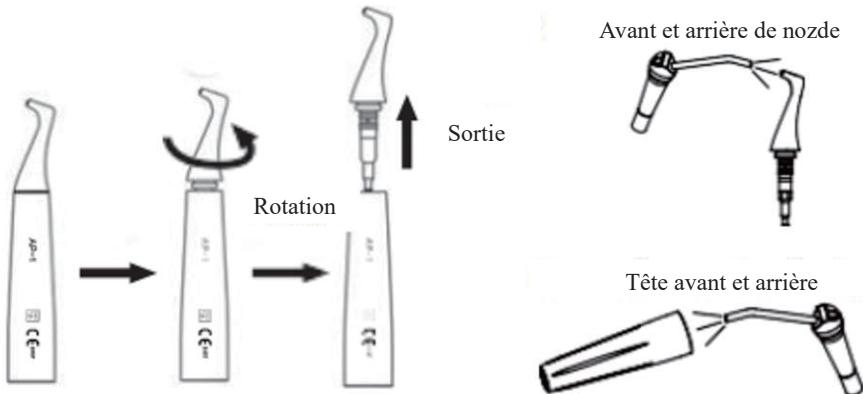

Figure 8 Schéma de nettoyage de la tête
2.4.1.1 Retirer la tête de polissage de l'air, desserrer la tête et retirer la tête (pour la tête subgingivale, retirer la buse à l'avance), comme le montre la figure 8.